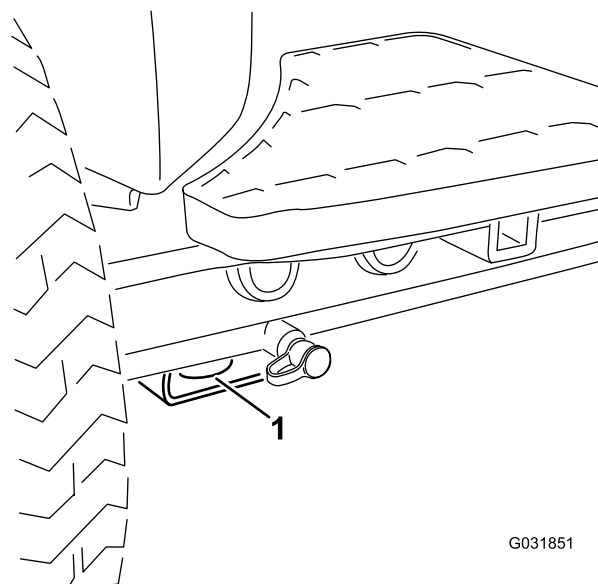

Figura 40
- Dianteira – o orifício na pastilha retangular, por baixo do tubo do eixo, dentro de cada pneu dianteiro (Figura 40).